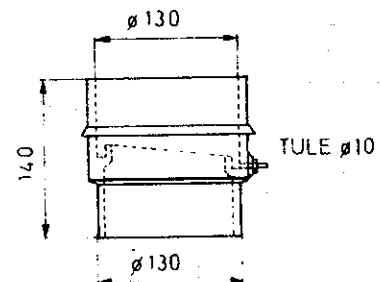

Fig. 2 : kondensaatafvoer
4. Om eventueel in het rookgasafvoersysteem gevormd condensaat op te vangen, moet een speciale Brink kondensaatafvoer in de rookgasafvoer worden ingebouwd (zie fig. 2).